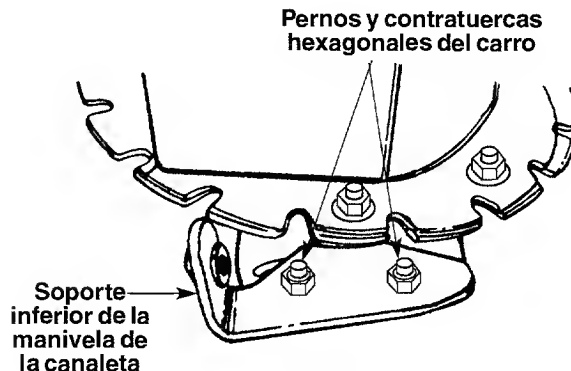

FIGURA 6
- Afloje los pernos del carro y las contratuercas hexagonales que aseguran el soporte inferior de la manivela de la canaleta a la prolongación del lado izquierdo del conjunto de la canaleta. Vea la figura 6.